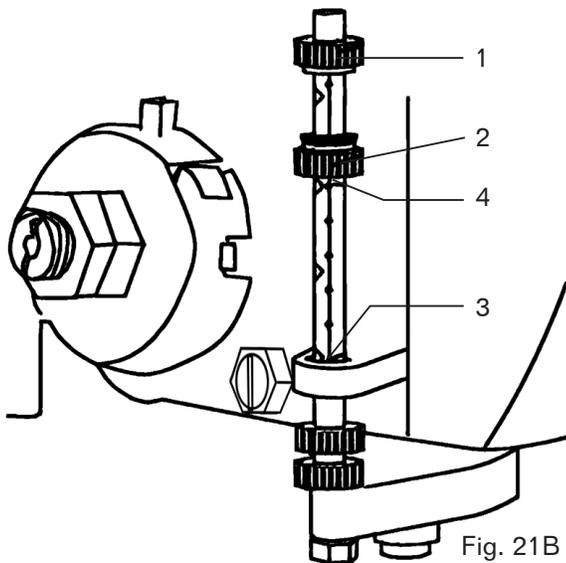

Fig. 21B
MÉTODO DE ESCALA DE PROFUNDIDAD (FIG. 21B)
1. Asegúrese de que la marca 0 (pulgadas o mm) en el indicador de profundidad descansa en el borde superior del soporte de metal (Fig. 21B - 4) cuando la pluma esté completamente retraída.
4. Gire la perilla de profundidad (Fig. 21B - 2) hasta que esté alineada con la marca de profundidad deseada (Fig. 21B - 3) (por ejemplo, 1") en la escala del indicador.